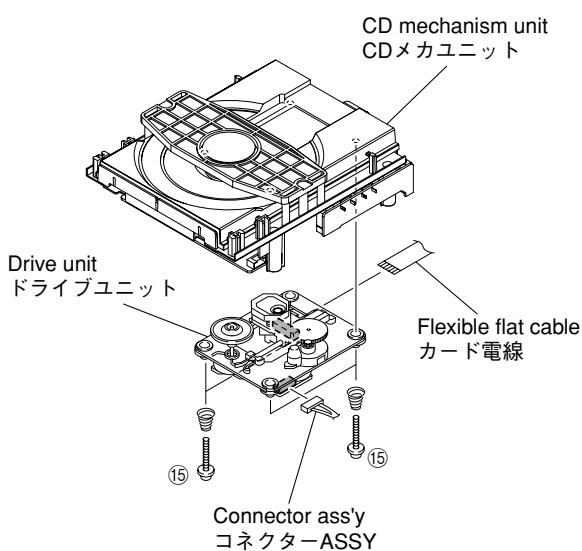

Fig. 5
- Remove 4 screws (⑯) and then remove the drive unit. (Fig. 5)
- Remove flexible flat cable and connector ass'y. (Fig. 5)
- ⑯のネジ4本を外し、ドライブユニットを取り外します。 (Fig. 5)
- カード電線、コネクターASSYを取り外します。 (Fig. 5)